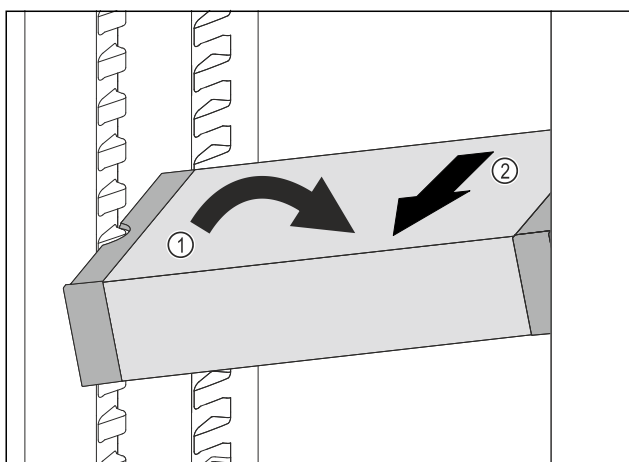

Fig. 188
- VarioSafe postavte v chladničce šikmo. Fig. 188 (1)
- VarioSafe odeberte směrem dopředu. Fig. 188 (2)